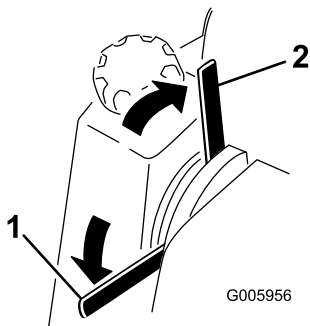

Figure 10
- Pour serrer le frein de stationnement, tournez le levier vers le bas (Figure 10).
- Pour desserrer le frein de stationnement, tournez le levier vers le haut (Figure 10).